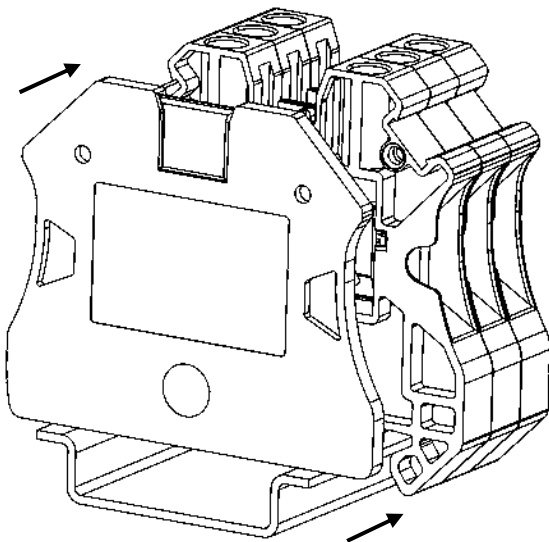
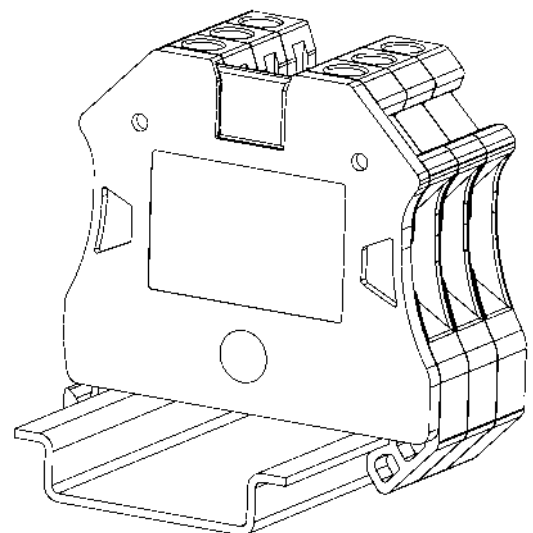
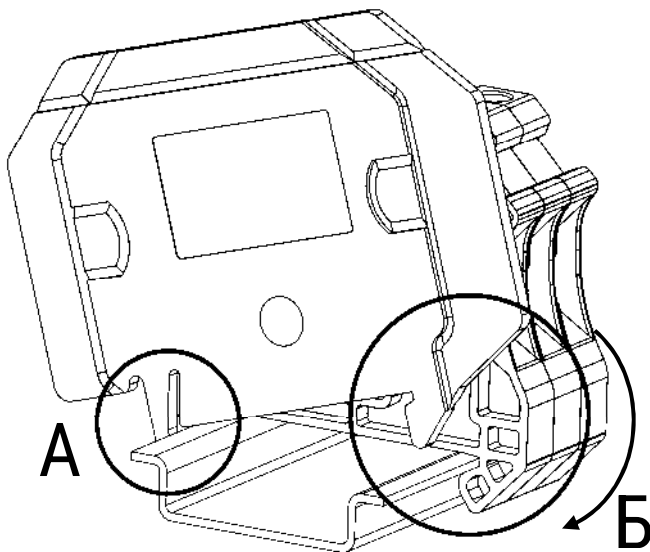
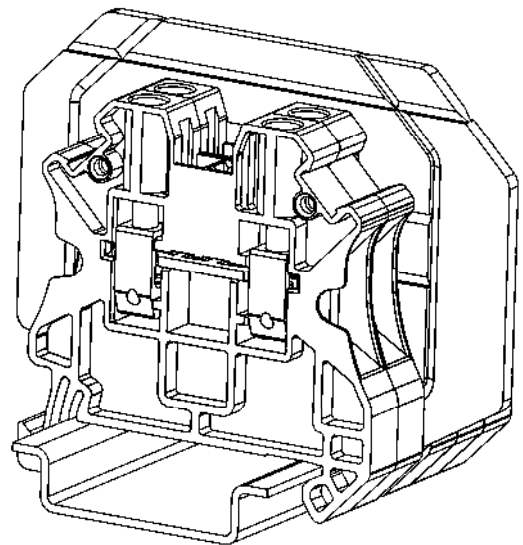

Рисунок 5 – установка концевой крышки
Рисунок 6 – концевая крышка на блоке клемм
Рисунок 9 – установка разделительной пластины
Рисунок 10 – разделительная пластина на монтажной рейке
- **Обязательно** установите на каждую группу однотипных клемм концевую крышку (рис. 5; рис. 6) или разделительную пластину (рис. 9) для предотвращения касаний к токоведущим частям. Разделительная пластина может применяться для разделения групп клемм (рис. 10).
- Заведите разделительную пластину в зацепление с монтажной рейкой (рис. 9, положение «А»);
- Защёлкиванием закрепите разделительную пластину на монтажной рейке (рис. 9, положение «Б»).